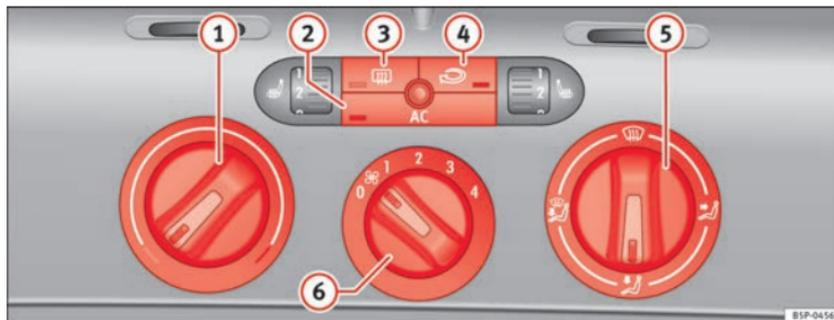

Abb. 130 In der Instrumententafel: Bedienelemente der Climatic
– Mit den Reglern ⇒ Abb. 130 **1** und **5** und mit dem Schalter **6** stellen Sie die Temperatur, die Luftverteilung und die Gebläsestufe ein.
- Schalten Sie die Klimaanlage mit der Taste ⇒ Abb. 130  ein.